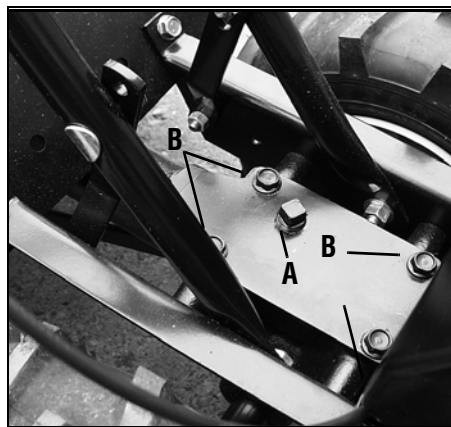

Figura 5-2: Retire el tapón de llenado de aceite (A) para verificar el nivel de aceite de engranajes y agregar aceite de engranajes.
3. Quite los cuatro tornillos (B, Figura 5-2) y retire la tapa y junta de la transmisión.